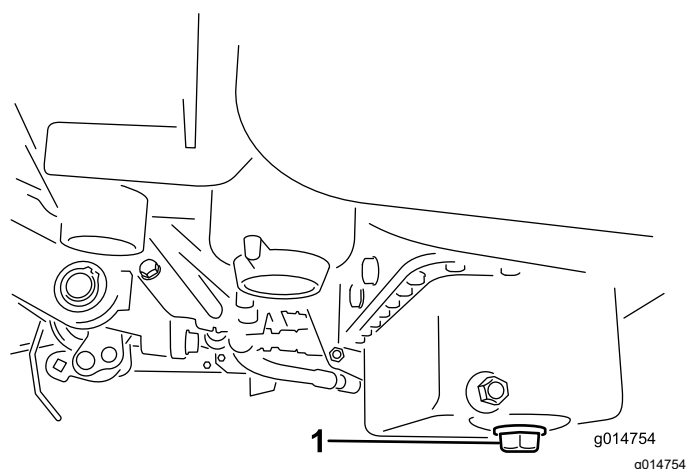

Figura 29
1. Retire el tapón de vaciado y deje fluir el aceite a un recipiente apropiado. Cuando el aceite deje de fluir, coloque el tapón de vaciado (Figura 29).